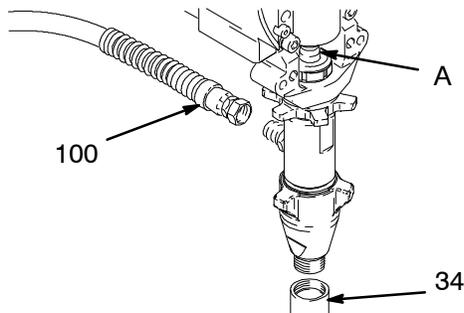

Abb. 15
3. Abb. 15. Pumpe so anhalten, dass die Kolbenstange (A) an der tiefsten Stelle stehen bleibt.
4. Abb. 15. Saugrohr (34) und Schlauch (100) abnehmen.